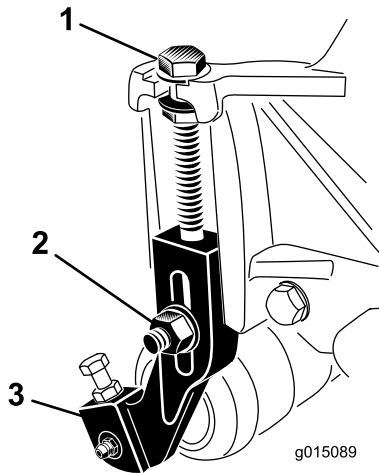

Figura 14
1. Slăbii contrapiuliile care fixează consolele pentru înălțimea de tăiere de plăcile laterale ale unității de tăiere (Figura 14).